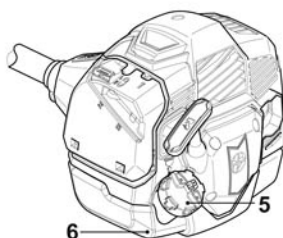

Рис. 10
- > Отвинтите крышку топливного бака [5] и снимите ее (рис. 10).